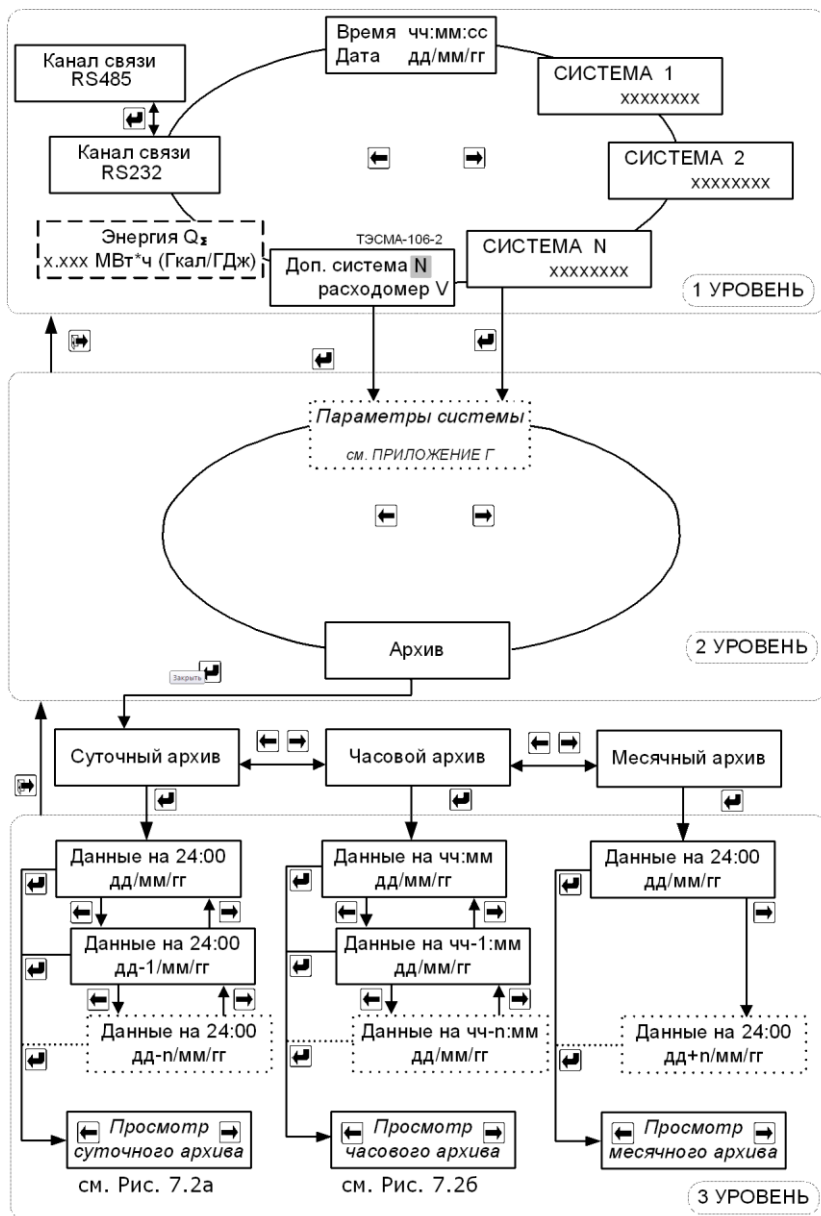

Рис. 7.1 Режим «Рабочий».
7.2.2 Порядок перехода между окнами режима «Рабочий» изображён на рис. 7.1. Меню дополнительных систем с расходомерами V доступно только для модификации ТЭСМА-106-2.